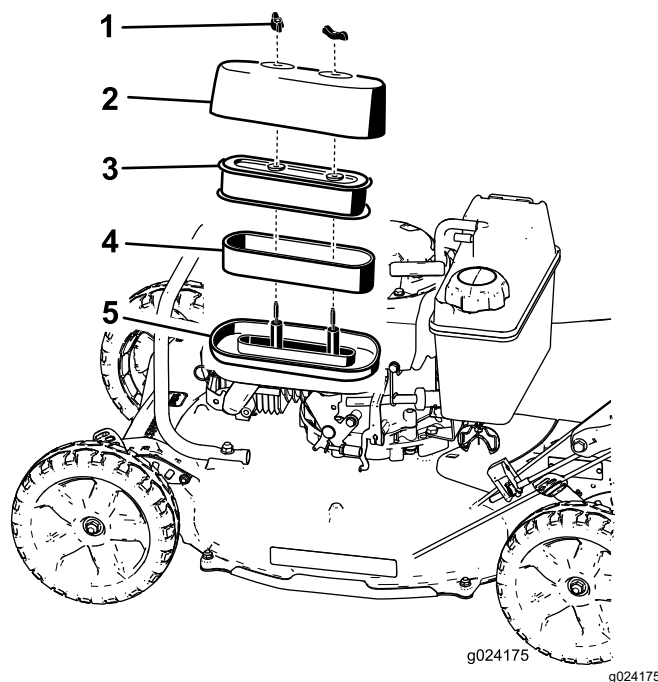

Figura 22
3. Retire las 2 tuercas que fijan la tapa (Figura 22).
5. Separe cuidadosamente los elementos de gomaespuma y de papel de la base del limpiador de aire (Figura 22).
6. Separe el elemento de gomaespuma del elemento de papel (Figura 22).